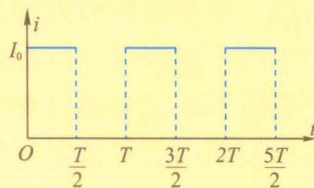

图 2-2-4
5. 如图 2-2-4 所示为一电流随时间变化的 $i-t$ 图像. 该电流的有效值为多大?